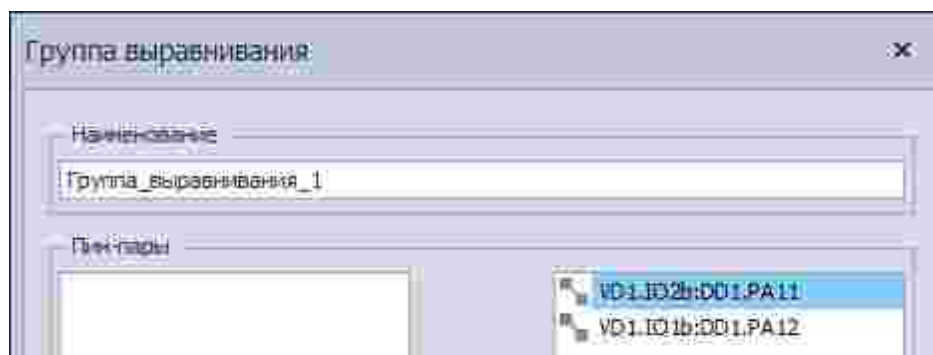

Рис. 275 Создание группы выравнивания
2. Задать имя группы и добавить пары выводов (пин-пары), Рис. 275.